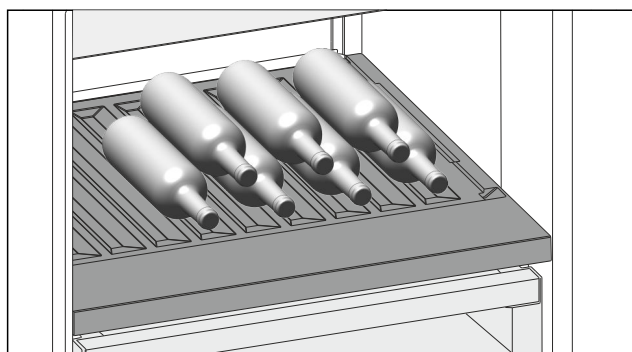

Fig. 150
- Stavite boce s dnom prema stražnjoj stijenci hladnjaka. (pogledajte Fig. 150)